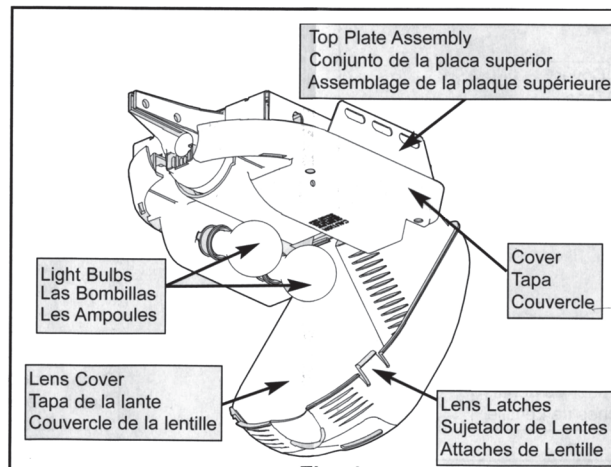

Fig. 4
8. Attach Cover to Top Plate Assembly (Fig. 4)
9. Install Light Bulbs (Fig. 4)
8. Unir la tapa al conjunto de la placa superior (Fig 4)
9. Instalar las bombillas (Fig. 4)
8. Fixer le couvercle sur la plaque supérieure (Fig. 4)
9. Installer les ampoules (Fig. 4)